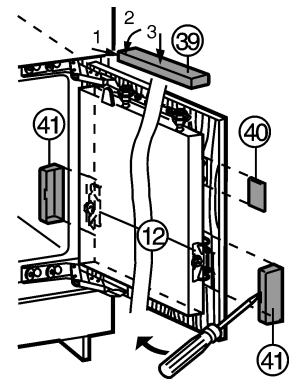

Fig. 36
- Poser, puis clipser le cache supérieur *Fig. 36 (39)*.
- Poser le cache latéral *Fig. 36 (40)*, le pousser jusqu'à la butée puis le presser jusqu'à ce qu'il encliquette de manière audible.
- Pousser les caches *Fig. 36 (41)* latéralement, puis tirer vers l'avant à l'aide d'un tournevis afin de bien les faire encliqueter.